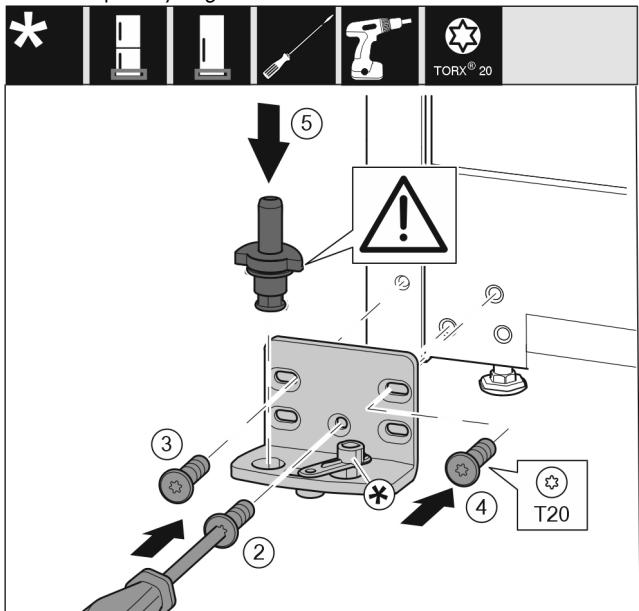

Fig. 14
- Встановіть опорний кронштейн з іншого боку і закріпіть гвинтами за допомогою викрутки T20. Почніть із гвинта 2 знизу посередині. Fig. 14 (2)
- Закрутіть гвинти 3 та 4. Fig. 14 (3,4)
- Вставте цілком опорний гвинт. При цьому виступ фіксатора повинен бути спрямований назад. Fig. 14 (5)